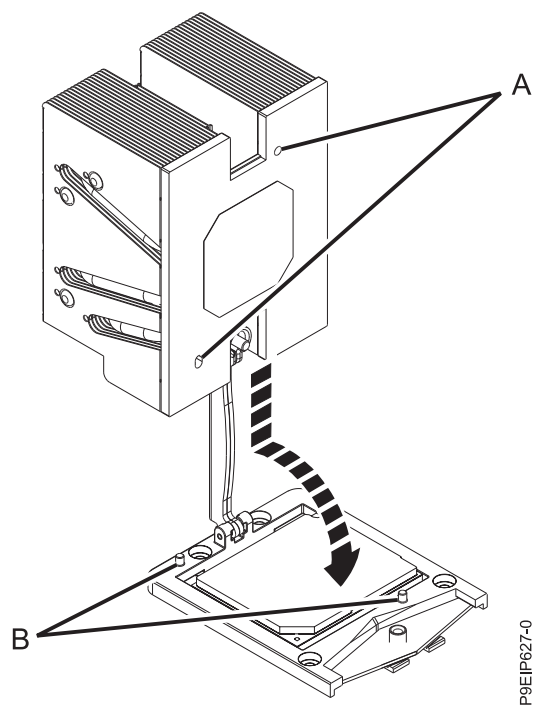

Figura 95. Instalando o dissipador de calor
9. Instale o novo dissipador de calor fornecido que é fornecido no kit de FRU. O TIM é pré-aplicado ao dissipador de calor. Abaixei cuidadosamente o dissipador de calor sobre o módulo de processador do sistema, passando o braço de carregamento através do dissipador de calor. Assegure-se de que os furos no dissipador de calor **(A)** estejam alinhados com os pinos guia **(B)** no soquete, conforme mostrado na Figura 95 na página 83.